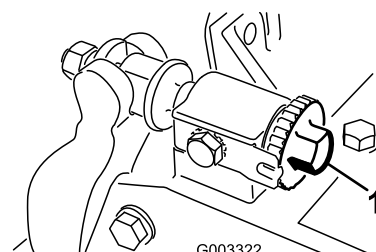

図 25
1. ベッドナイフ調整ノブ図 25を左に回して、ベッドナイフとリールの接触を完全になくす。